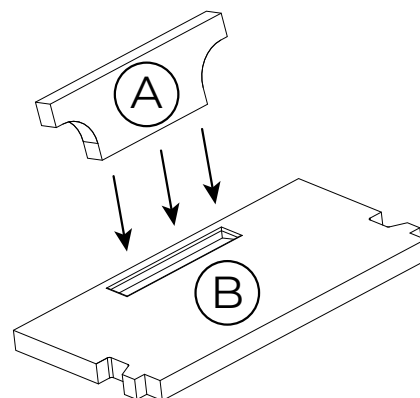

Abb. 7.6
Hinweis: Der obere Umlenker (A) befindet sich in einer Rille des unteren Umlenkers (B), wie in Fig. 7.6